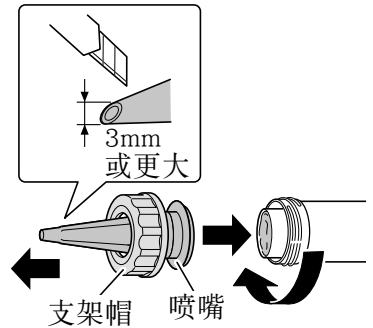

图 21
(图 21)
- (2) 将支架盖和喷嘴组合起来，并将它们安装到支架上。使用前将喷嘴的尖端切成 3mm 或更多。（图 21）